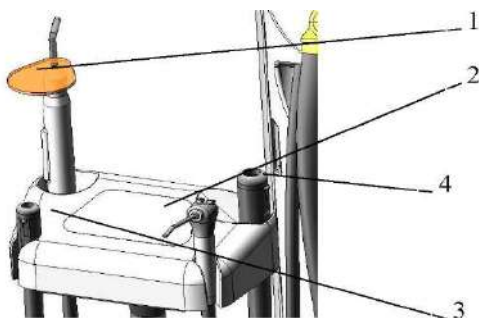

Рис. 3-7
4) Регулярно (еженедельно) проводите очистку сетки фильтра слюноотсоса для обеспечения его бесперебойной работы (см. рис. 3-7).